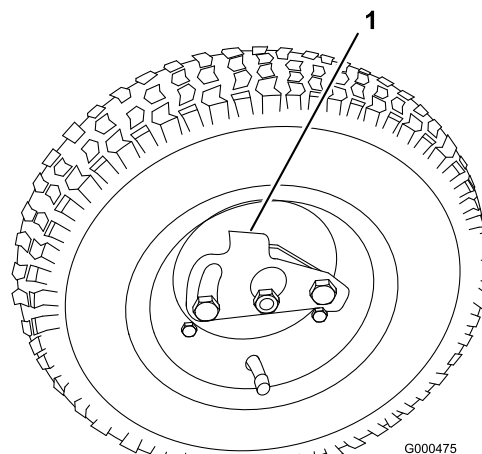

Figure 10
2. Faites pivoter le clip de verrouillage vers le centre de la roue et faites coulisser la roue sur l'arbre hexagonal (Figure 10).